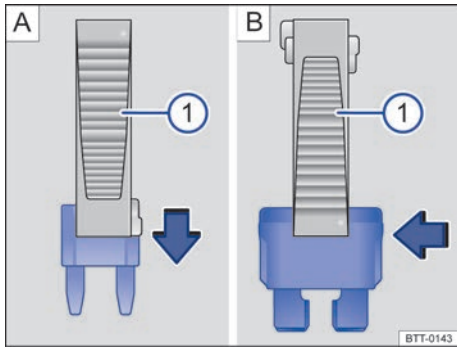

Fig. 170 Retirar o colocar un fusible con las pinzas de plástico ①.
- Retire las pinzas de plástico → fig. 170 ① situadas en la cubierta de la caja de fusibles.
- En el caso de los *fusibles pequeños*, agárrelos con las pinzas → fig. 170 ① desde arriba → fig. 170 A.
- En el caso de los *fusibles más grandes*, desplace las pinzas → fig. 170 ① lateralmente sobre el fusible → fig. 170 B.
- Si el fusible se ha fundido, sustitúyalo por uno nuevo del *mismo* amperaje (de igual color y grabado) y del *mismo* tamaño → ①.